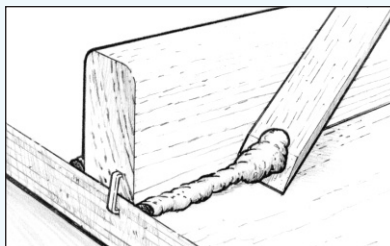

Figure 12 Retirer ou façonner l'excédent d'époxy qui s'échappe de la jointure.
4. Dès que les dispositifs de serrage ont été mis en place, retirez ou façonnez l'excédent d'adhésif qui s'est échappé de la jointure. Un baton de mélange WEST SYSTEM 804 dont une extrémité a été poncée pour donner un bord en biseau est l'outil idéal pour retirer l'excédent d'époxy (*Figure 12*). Laissez durcir complètement avant d'enlever les dispositifs de serrage.